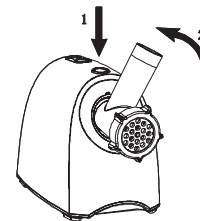
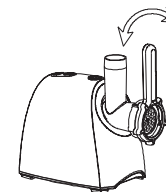

Figura 02
Figura 03
Instalar o suporte do eixo moedor (12) no motor do moedor. Pressionar o botão destravar (18) com o polegar de uma das mãos (conforme seta 1 figura 02), e segurar o suporte do eixo moedor (12) com a outra mão. Introduzi-lo na abertura do aparelho e girá-lo no sentido anti-horário até que ele não possa se mover mais (conforme seta 2 figura 02). Soltar o botão destravar (18). O suporte do eixo moedor (12) estará fixo ao motor do aparelho. Apertar a tampa da faca (06) com auxílio da chave para ajuste dos acessórios (02), assegurando-se de que todos os componentes estejam bem instalados (conforme figura 03). A partir deste momento o moedor poderá ser usado.